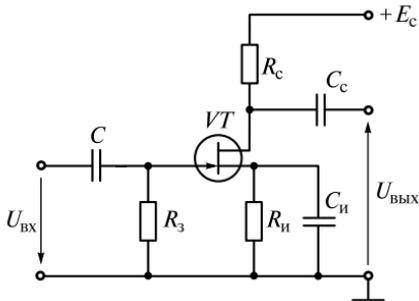

Рис. 1.13
1.27. Определите коэффициент усиления K_U усилительного каскада (рис. 1.13) на полевом транзисторе КП103М при $R_c = 4$ кОм, если крутизна характеристики $S = dI_c/dU_{зи} = 2,5$ мА/В. Звено авто-